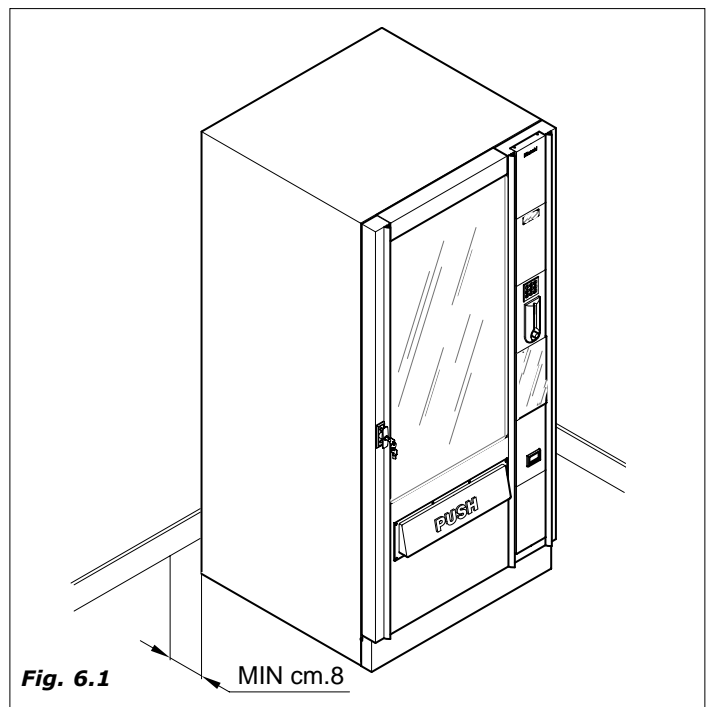

Fig. 6.1
- Si es colocado cerca de una pared, el respaldo debe estar a una distancia mínima de 8 cm de la misma (Fig.6.1), para permitir la ventilación regular de la unidad refrigerante. No hay que cubrir en ningún caso el distribuidor con paños o similares.
Nuoba Bianchi declina toda responsabilidad sobre daños ocasionados por el incumplimiento de las normas de instalación. En caso de instalar la máquina cerca de una salida de emergencia, asegurarse de que con el distribuidor abierto haya espacio suficiente para el paso (Fig.6.1).